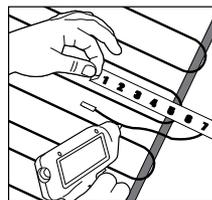

Figure 7. Emplacement du capteur de température du sol
- Pour les installations comprenant un thermostat, le capteur de plancher à basse tension doit être placé entre les boucles créées par le câble et maintenu en place avec une petite quantité de diluant ou de colle chaude. Voir la figure 7.